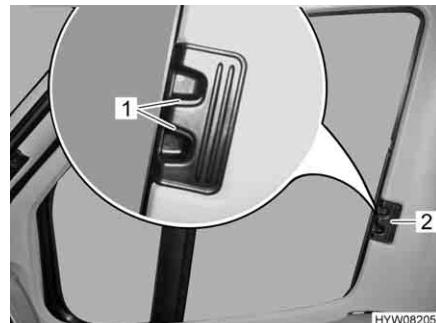
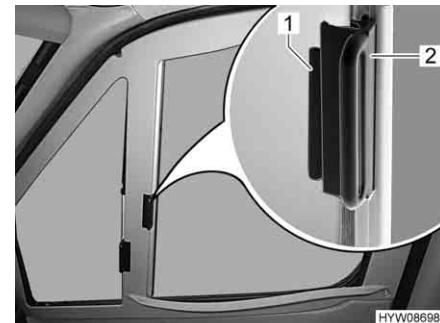

Fig. 41 Tendine oscuranti pieghevoli per il finestrino del conducente/passeggero (Fiat)
Fig. 42 Tendine oscuranti pieghevoli per il finestrino del conducente/passeggero (Mercedes-Benz)
- A seconda del tipo di tendina oscurante, premere e tenere premute le levette di bloccaggio (Fig. 41,1).
- Con la levetta (Fig. 41,2 o Fig. 42,2) tirare le tendine oscuranti pieghevoli per il finestrino del guidatore e del passeggero verso l'altro lato della finestra e congiungerle alle strisce magnetiche.
- Inserire fino all'arresto le tendine oscuranti pieghevoli per il finestrino del guidatore e del passeggero per la maniglia (Fig. 41,2 o Fig. 42,2).
- Rilasciare le levette di bloccaggio (Fig. 41,1) e farle innestare, oppure spinare l'impugnatura (Fig. 42,2) fino al sopralzo (Fig. 42,1).